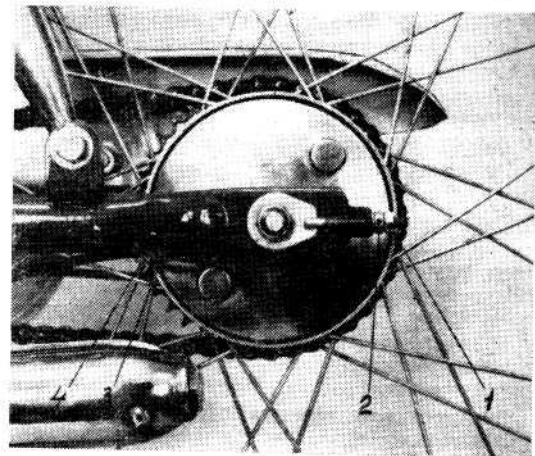
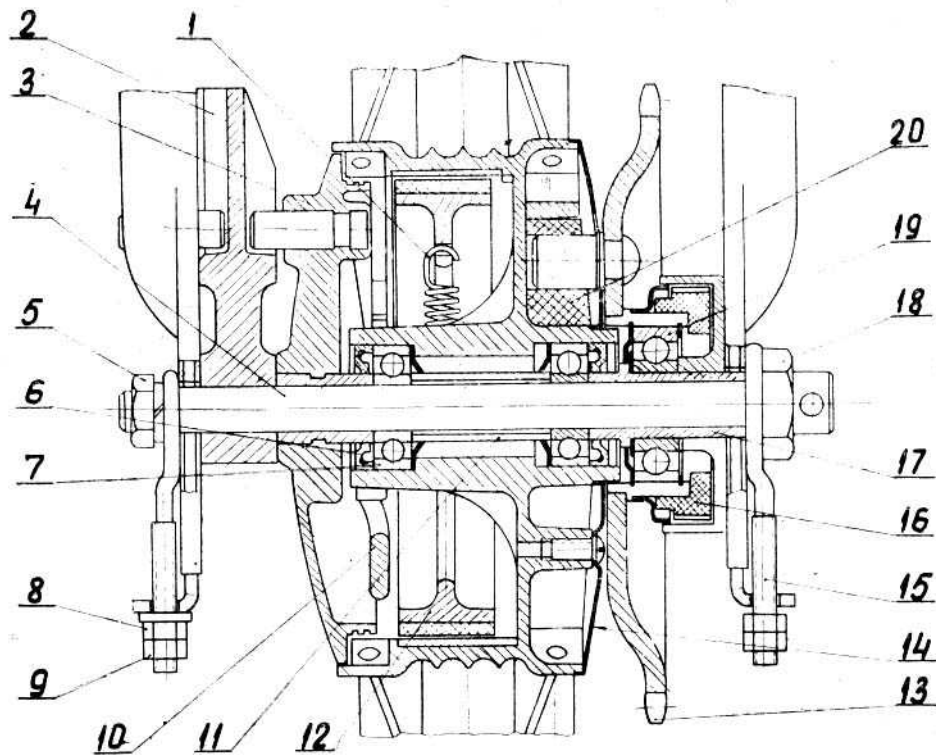

Рис. 9 — Регулировка заднего тормоза:
Рис. 12 — Задняя втулка:
До начала перемещения троса заднего тормоза (ввиду конструктивных особенностей механизма торможения внутри коробки передач) педали имеют свободный ход 45—60 градусов. Задний тормоз правильно отрегулирован, если педали поворачиваются до начала торможения дополнительно основному углу свободного поворота еще на 5—10 градусов. Регулировка производится, пользуясь регулировочным винтом 4 (рис. 9), на диске заднего колеса. Винт контрится гайкой 3.
*Порядок снятия заднего колеса (рис. 12):*
1. Ослабить гайки заднего колеса 5 и 18 (рис. 12).
2. Отпустить контргайки 1 (рис. 9) с обеих сторон.
3. Вращением гайки 2 (рис. 9) с обеих сторон натянуть цепь.
4. Затянуть контргайки 1 (рис. 9) и гайки заднего колеса 5 и 18 (рис. 12).
После регулировки цепи следует обращать внимание на то, чтобы заднее колесо находилось в одной плоскости с передним. Перекос устраняется равномерным вращением гаек 2 (рис. 9).